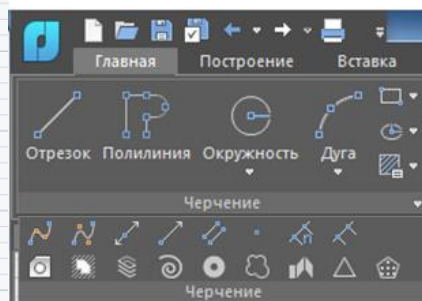

Рис. 14.
5.3. Переключиться на слой «пробный». На рабочем поле листа А4 последовательно вычертить в различном сочетании несколько геометрических фигур, пользуясь кнопками ГЛАВНАЯ – ЧЕРЧЕНИЕ или ПОСТРОЕНИЕ – ЧЕРЧЕНИЕ (рис. 14).